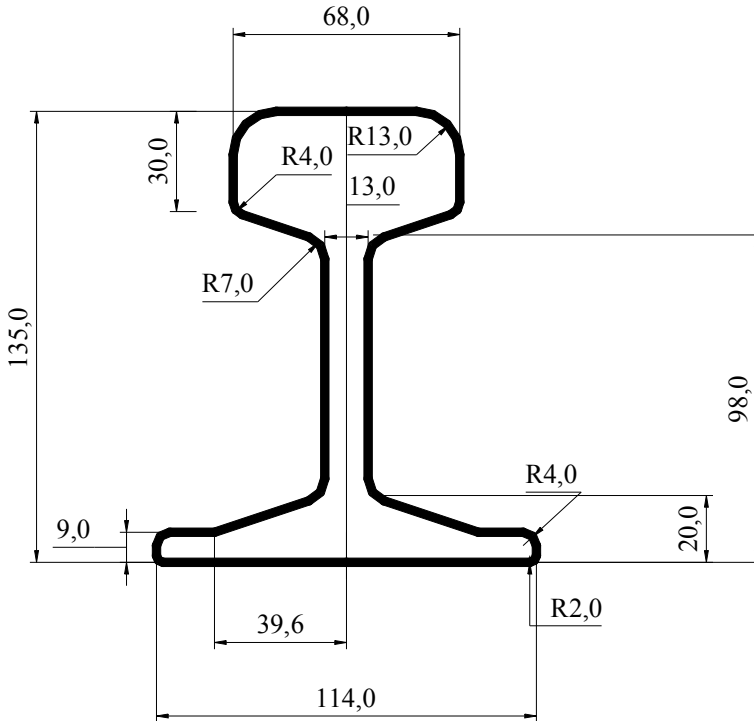

Рисунок 3.1 – Креслення перетину рейки
- Накреслимо зображення перетину рейки, приведеного на рис. 3.1.